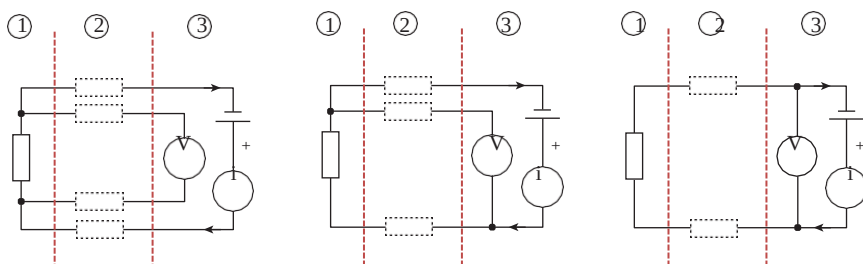

Рисунок 4.2
Сопротивление датчика Pt-100 измерено путем поставки небольшого течения (типично в следующем порядке в 1 мА) через датчик, и путем измерения падения напряжения тока, сопротивление можно высчитать. Как инструмент (3), который измеряет напряжение часто на некотором расстоянии от датчика (1), соединительные кабели (2) также будут влиять на результат (рис. 4.2). Если используются два провода, сопротивление кабеля будет просто добавлено к температуре. При использовании грубого медного кабеля 0,75 мм², погрешность измерения составляет около 0,1 °C на метр.